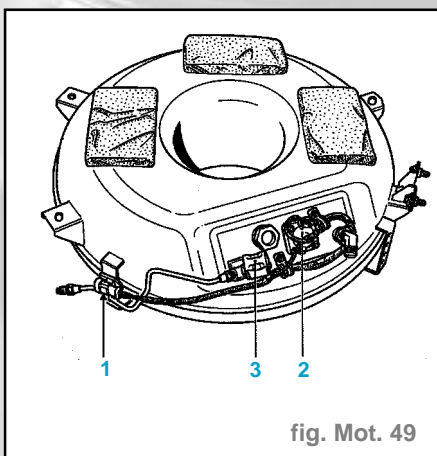

fig. Mot. 49
- Débranche le connecteur 3 voies (1) (fig. Mot. 49)
- les deux vis de fixation du potentiomètre (2)
- la vis de maintien du bobinage de l'électrovanne de sécurité (3)